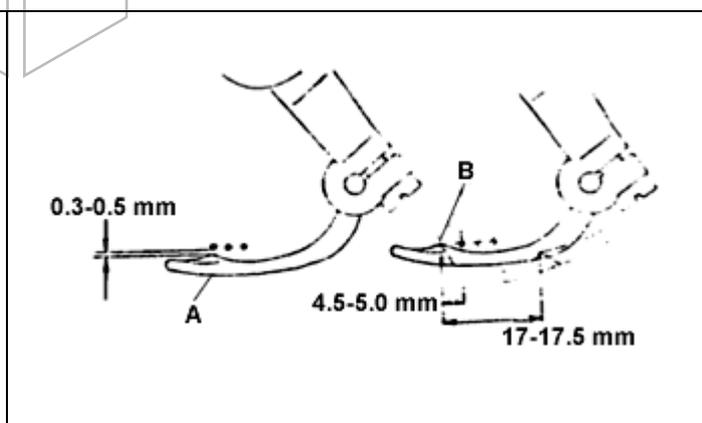

Fig. 39
Há uma distância aproximada de 0,3 a 0,5 mm entre a ponta do gancho do lançador (A) e a agulha esquerda quando o lançador passa pela agulha esquerda, e uma distância aproximada de 4,5 a 5,0 mm entre a ponta do gancho (B) e a agulha esquerda, quando o lançador estiver em seu ponto morto (fig. 39).
O curso do laçador é de 17 a 17,5 mm (fig. 39).